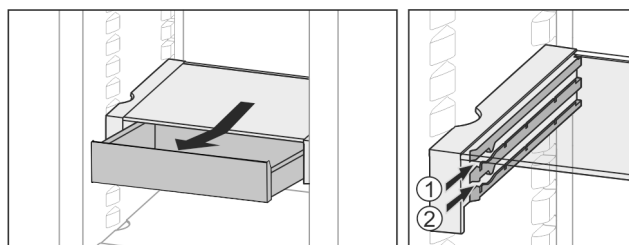

Fig. 15
- ▶ Вставьте на любой высоте Fig. 15 (1) или Fig. 15 (2).